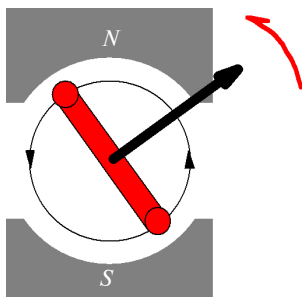

Рис. 1. Прибор с поворотной рамкой
**Принцип работы приборов с поворотной рамкой.** Катушка, выполненная в виде поворотной рамки, находится в поле мощного постоянного магнита (рис. 1). Катушка намотана на алюминиевую рамку, в которой при повороте индуцируется ток. Последний обеспечивает демпфирование (гашение колебаний), необходимое для того, чтобы указатель показал правильное значение измеряемой величины без значительных собственных колебаний.